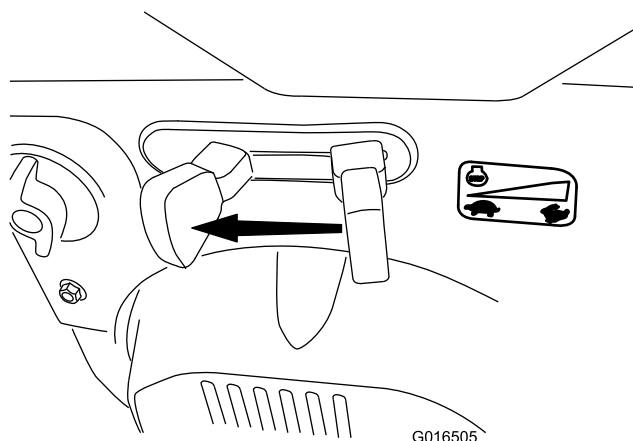

Bild 30
1. Stellen Sie die Gasbedienung in die LANGSAM-Stellung und dann in die STOPP-Stellung (Bild 30), um den Motor abzustellen. Sie können auch den Zündschlüssel nach außen in die mittlere Stellung ziehen, um den Motor abzuschalten.